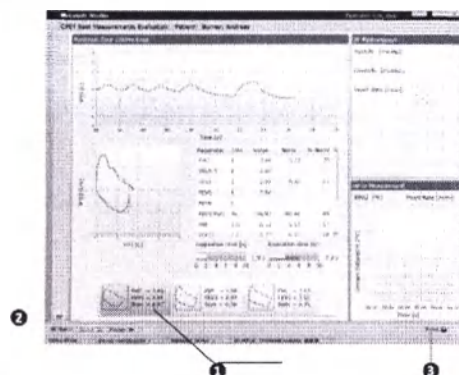

Рис. 64: Модуль рабочего процесса:
- Выберите лучшие из показанных результатов (1 (рис. 64)). Если щелкнуть по значку Medical Findings (Медицинское заключение) 2, то откроется панель с предварительным медицинским заключением, которое вы можете изменять. Если нажать Print (Печать) 3, то вы сможете распечатать результаты тестирования в состоянии покоя.